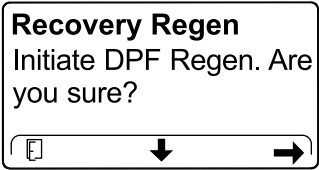

Рисунок 65
4. На экране INITIATE DPF REGEN (НАЧАЛО РЕГЕНЕРАЦИИ DPF) нажмите правую кнопку, чтобы продолжить (Рисунок 65).